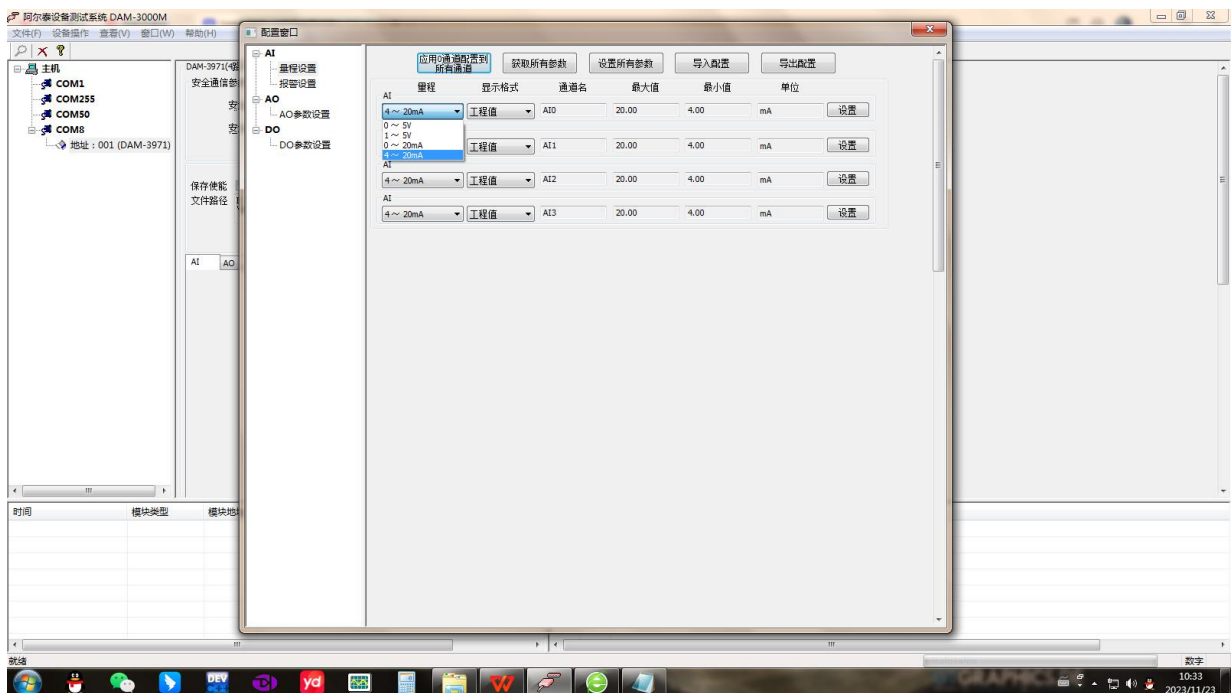
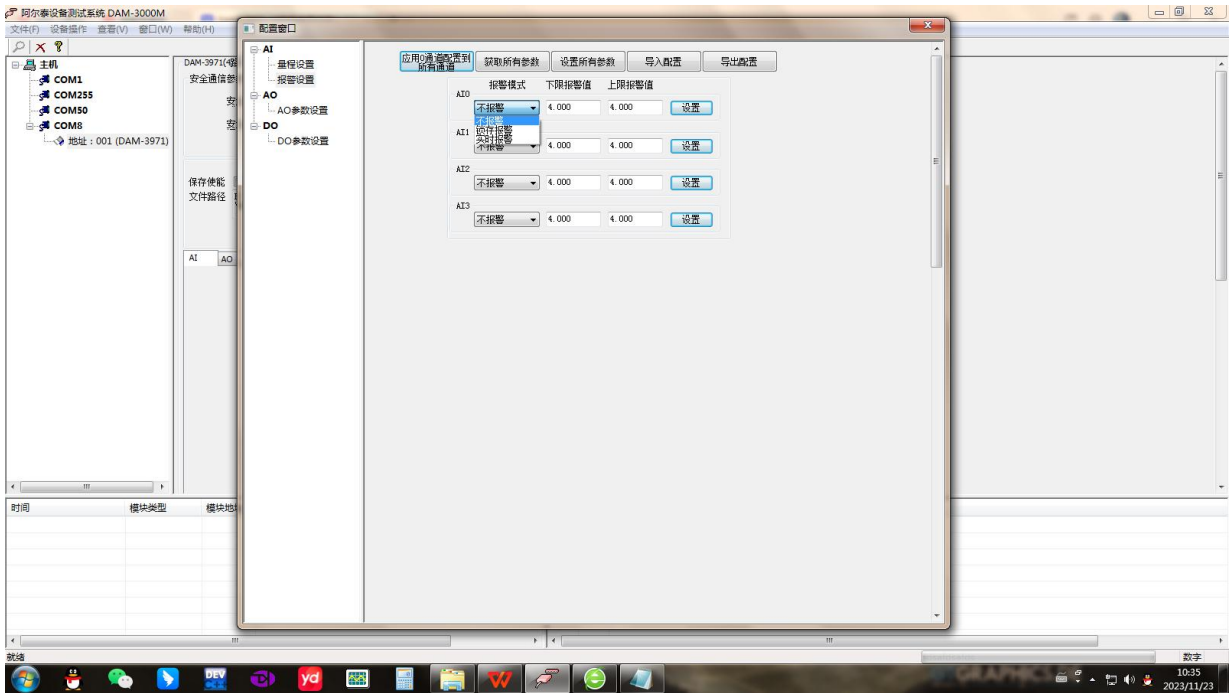

图 16
图 17
7) 配置 AI 采集量程及报警模式；如图 16 中，点击量程选择的下拉箭头选择输入量程点击配置，模块的 4 个通道可分别进行配置。如图 17 中，点击报警模式选择的下拉箭头，选择需要的报警模式及报警设定值点击配置，模块的 4 个通道可分别进行配置。数据显示格式分为“工程单位”、“原码值”、“自定义”三种类型，工程单位时显示电压值或者电流值，原码值显示 0~0xFF 16 进制数据，自定义提供工程客户方便使用，可以直接将原码值转换为想要的现场值，使用自定义前提为第一客户现场数据和模块采集量程为线性关系，第二客户需要提供对应量程的上限值和下限值。若提供错误，则转换数值也是错误的。